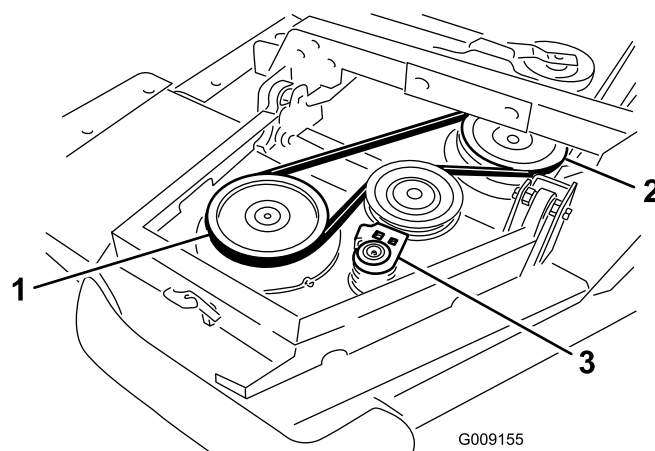

Рисунок 5
- А. Наденьте ремень на шкив шпинделя крыла и на шкив шпинделя передней деки (Рисунок 5).
- B. С помощью гаечного ключа с храповиком или аналогичного инструмента отодвиньте натяжной шкив от шкивов (Рисунок 5).